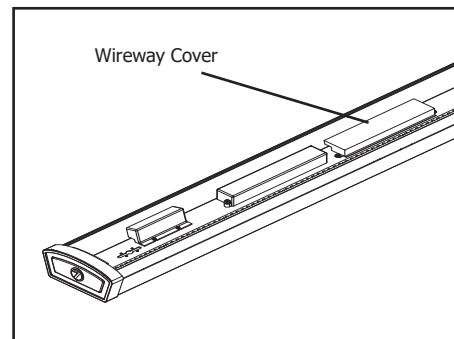
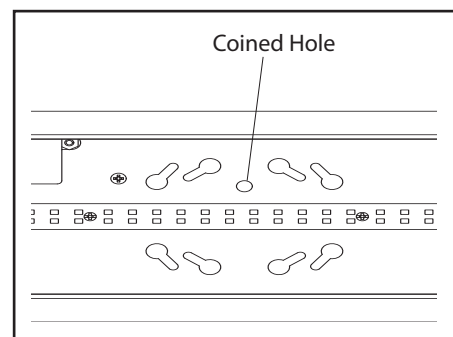

Figure 3
Figure 4
4. Remove Wireway Cover (See Fig 3) by removing two screws securing cover to Fixture Housing (1). Locate the Black supply wire, the White neutral wire, and the Green grounding wire. Using a wire stripper, remove the insulating cap from each wire. Strip wire ends to expose 3/8"-7/16" of bare metal. Push all three wires out the back of the fixture through the coined hole (See Fig 4).
5. Hold the Fixture Housing (1) up firmly and connect the green ground wire from the fixture to the bare copper ground wire from the junction box using a Wirenut (3). (If house wiring does not include a ground wire, consult your local electrical code for approved grounding methods).
6. Use Wirenuts (3) to connect the black fixture wire to the black power supply wire and the white (neutral) fixture wire to the white power supply wire.
7. Hold Fixture Housing (1) in one hand and with the other hand position wires up into junction box.
9. Reinstall Wireway cover (Fig 3) to Fixture Housing with the two screws.
- Retirez le couvercle de la goulotte guide-fils (Voir figure 3) en dévissant les deux vis fixant le couvercle au boîtier du luminaire (1). Repérez le fil d'alimentation noir, le fil neutre blanc et le fil de mise à la terre vert. À l'aide d'une pince à dénuder, enlevez le capuchon isolant de chaque fil. Dénudez les fils afin d'exposer 0,5 à 1 cm (de 3/8 à 7/16 po) du métal nu. Insérez les trois fils à l'arrière du luminaire à travers l'orifice estampé (Voir figure 4).
- Soulevez le boîtier du luminaire (1) en le tenant fermement et raccordez le fil de mise à la terre vert du luminaire au fil de mise à la terre en cuivre de la boîte de raccordement à l'aide du capuchon de connexion (3). (Si le câblage de la maison ne comprend pas de mise à la terre, consultez votre code de l'électricité local pour connaître les procédures de mise à la terre agréées.)
- Utilisez le capuchon de connexion (3) pour raccorder le câble noir du luminaire au câble d'alimentation noir et le câble blanc du luminaire (neutre) au câble d'alimentation blanc.
- Tenez le boîtier du luminaire (1) dans une main et avec l'autre main, positionnez les câbles dans la boîte de raccordement.
10. Install diffuser (2) - Note: remove tape from diffuser prior to installing diffuser. Starting at one end of housing, insert diffuser slot onto edge of housing. Carefully squeeze diffuser to engage opposite side with housing. Continue this action down length of diffuser until fully installed onto housing.
9. Remettez le couvercle de la goulotte guide-fils à sa place (Figure 3) sur le boîtier du luminaire à l'aide des deux vis.